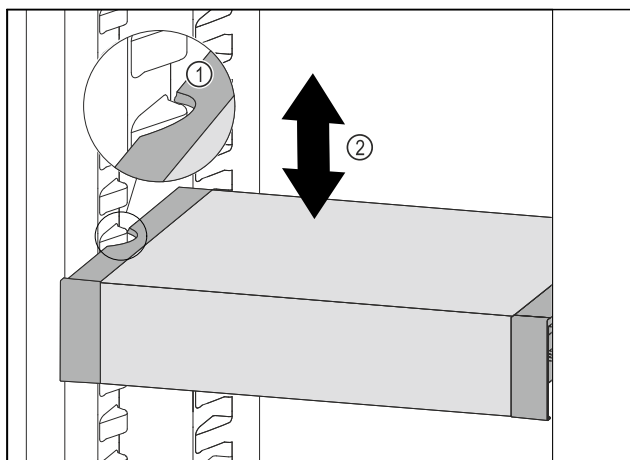

Fig. 62
- Dra VarioSafe framåt tills sidofördjupningarna på VarioSafe är i samma nivå som behållarlisterna i kyldelen. Fig. 62 (1)
- Förflytta VarioSafe uppåt eller nedåt i kyldelen tills önskad höjd har uppnåtts. Fig. 62 (2)